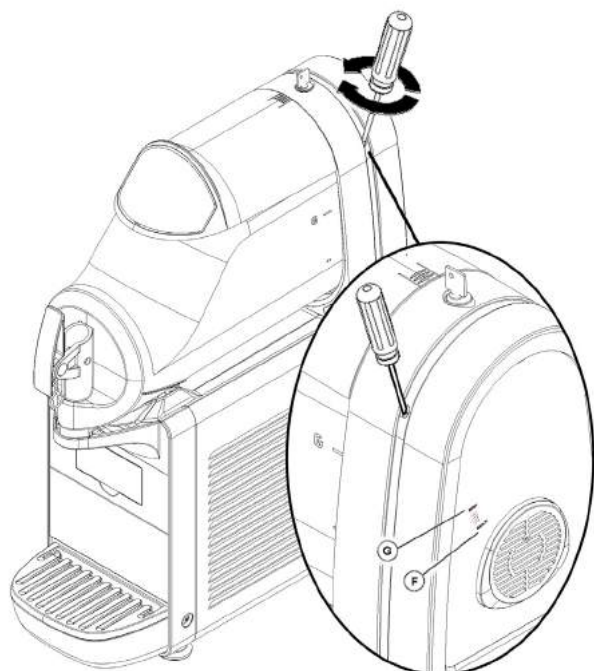

figura 4
**1 Regolazione della densità:** la densità ottimale della granita è stata regolata in fabbrica. Volendo variare tale densità girare con un cacciavite l'apposita vite di regolazione alloggiata in ciascuna delle pareti posteriori del distributore (vedere figura 4):